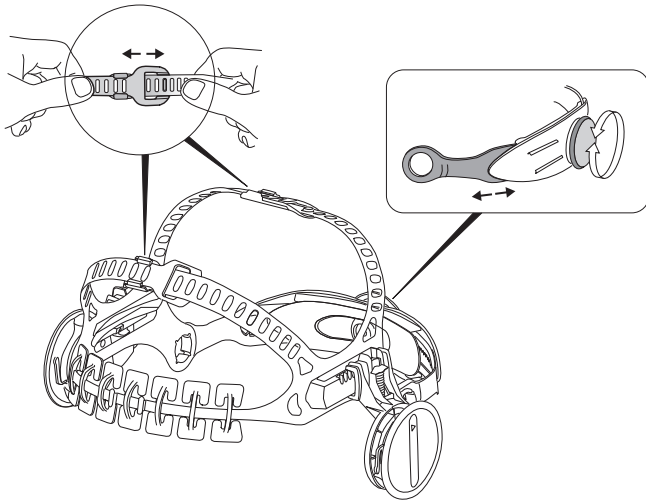
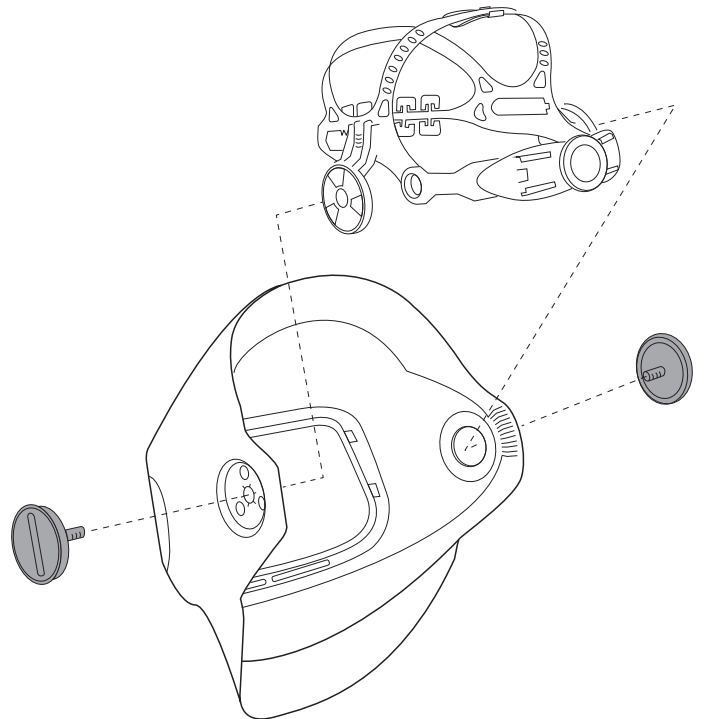

Fig. 3a
Fig. 3b
3. Tourner le bouton à cliquet situé à l'arrière de la coiffe dans le sens des aiguilles d'une montre jusqu'à ce qu'elle soit serrée, mais confortable (Fig. 3a). Tourner dans le sens contraire des aiguilles d'une montre pour desserrer, au besoin. La coiffe convient à des tours de tête de 50 à 64 cm (tailles américaines : 6 3/8 à 8). Ajuster les parties supérieures de la coiffe pour obtenir un meilleur confort (Fig. 3a). Pour faciliter l'ajustement initial de votre coiffe (et aussi pour son remplacement), il est possible de retirer les parties supérieures du masque de soudeur (Fig. 3b).